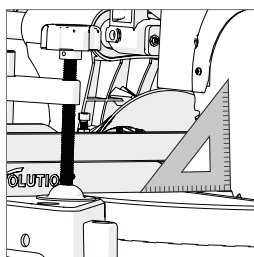
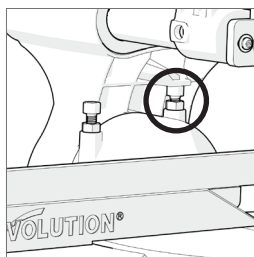

図12
図13
- ・ 45度三角定規を図13のようにブレード面とベース面にあてます。(定規はTCTチップの凸面を避けてブレード面にぴたりとあててください。)ブレード面がターンベースに対して垂直(90度)でないときは調整が必要です。**(図12)**
- ・ ロックナットをゆるめます。**(図13)**